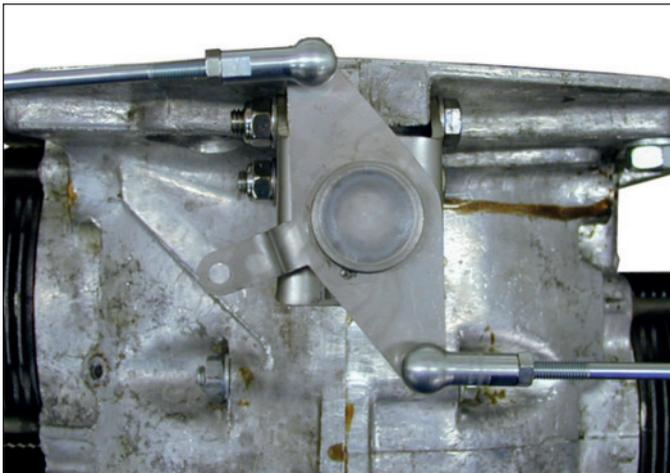
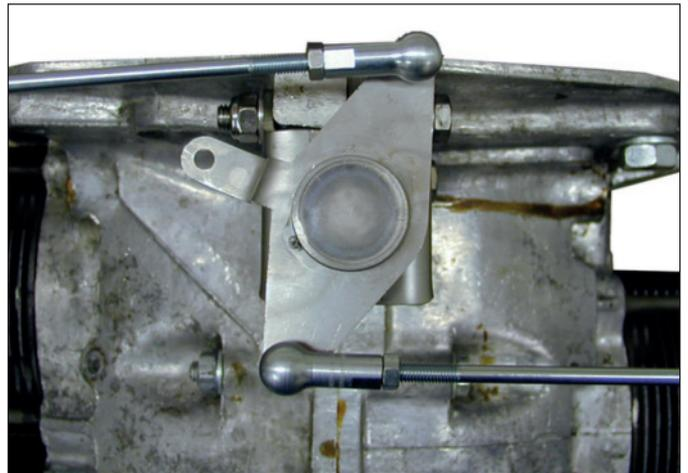

Fig. 6
Fig. 7
**NOTE:** The push rods need to be adjusted to proper length. When carbs are in half throttle the center mount lever needs to be aligned with the case joint. (Fig.6+7)
**ANMERKUNG:** Um einen gleichmäßigen Lauf des Gasgestänges zu gewährleisten ist es notwendig, die Schubstangen so einzustellen, dass der Dreiarmhebel am Drehbock in Ausgangsstellung (Leerlauf) (Fig.6) und Endstellung (Vollast) (Fig.7) im gleichen Winkel zur Mittellinie des Motorblockes steht.